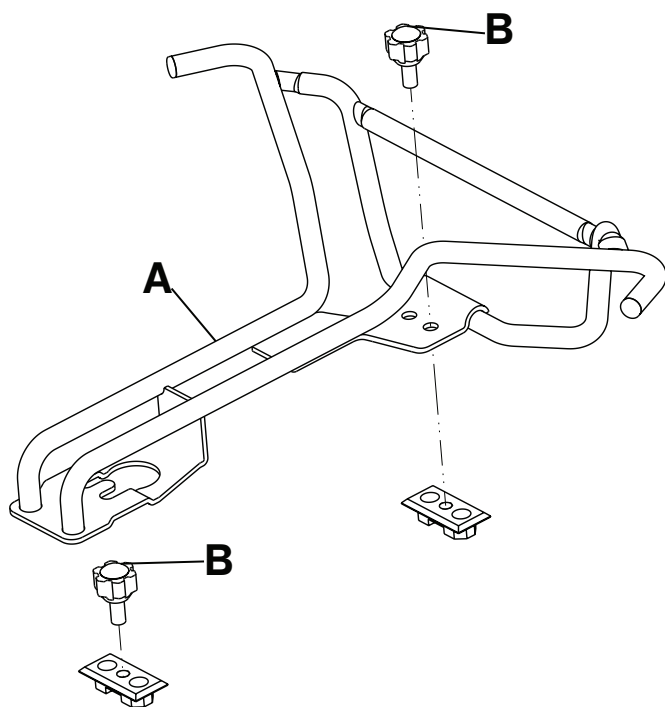

Figure 20 – Positionner et fixer le crochet à ramure sur les plaques de plancher
7. Positionner le crochet à ramure sur les plaques de plancher et fixer le crochet à ramure (A) à l'aide des boutons rouges (B) (Figure 20).